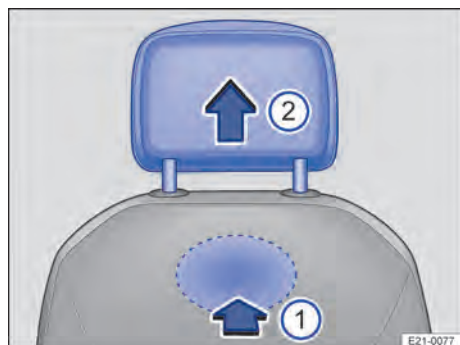

Fig. 81 Au dos des sièges avant : dépose de l'appuie-tête
2. Pour déverrouiller l'appuie-tête, tâpez dans l'évidement à l'arrière du dossier de siège dans la zone repérée et enfoncez avec le doigt dans le sens de la flèche → fig. 81 ①.
4. Retirez complètement l'appuie-tête dans le sens de la flèche → fig. 81 ②.